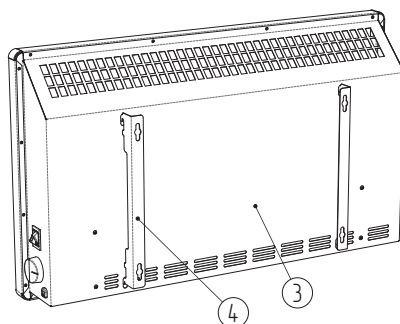

Рисунок 2.
5.1. Конвектор (см. рис. 2, 3) представляет собой металлический корпус, состоящий из передней панели (1) и задней панели (3), внутри которого на шасси расположен электронагревательный элемент (на чертеже не показан). На корпус могут быть установлены настенные кронштейны (4) или колёсные опоры (5), имеющие по 2 поворотных колеса (6). На боковой поверхности корпуса расположены рокерные переключатели с подсветкой (7) и ручка термостата (8).